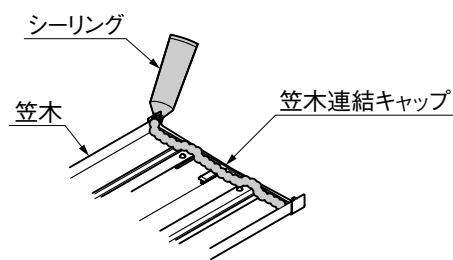
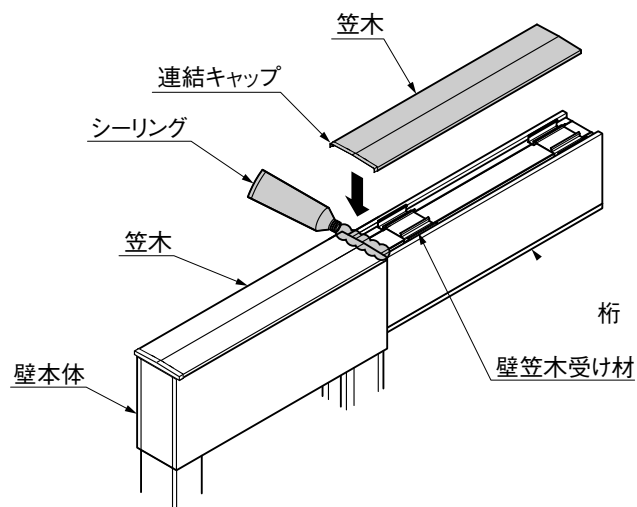

図13-12
図13-14 単体の場合
- ② 笠木を裏返し、指定の箇所にシーリングをしてください。(図13-12参照)
- 指定の箇所に必ずシーリングをしてください。(図13-12、図13-14参照)
- ④ 連結キャップを取付けた笠木を壁笠木受材にはめ込んでください。(図13-14参照)